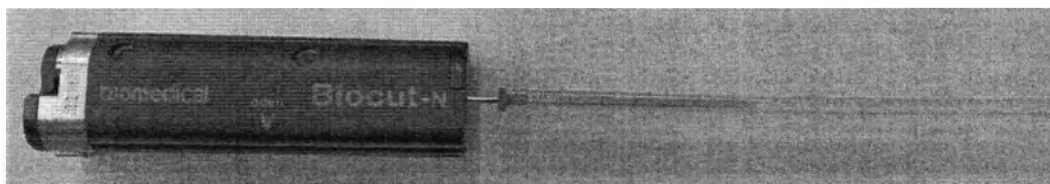

Рисунок 12 – Полностью взведенный пистолет BIOCUT-N с закрытой крышкой и установленной иглой биопсийной с защитным колпачком (тубусом)
- Дважды оттяните назад поршень для заряда (взвода) канюли и стилета иглы биопсийной указательным и средним пальцем до конца хода поршня. Первое движение (оттягивание) поршня производит заряд (взвод) канюли иглы биопсийной – индикатор заряда (взвода) канюли иглы биопсийной становится белым, второе движение (оттягивание) поршня производит заряд (взвод) стилета иглы биопсийной – индикатор заряда (взвода) стилета иглы биопсийной становится белым цветом. Когда оба индикатора становятся белыми, это означает, что пистолет BIOCUT-N заряжен – готов к работе (рисунок 12).
- Закройте крышку пистолета BIOCUT-N (рисунок 12).